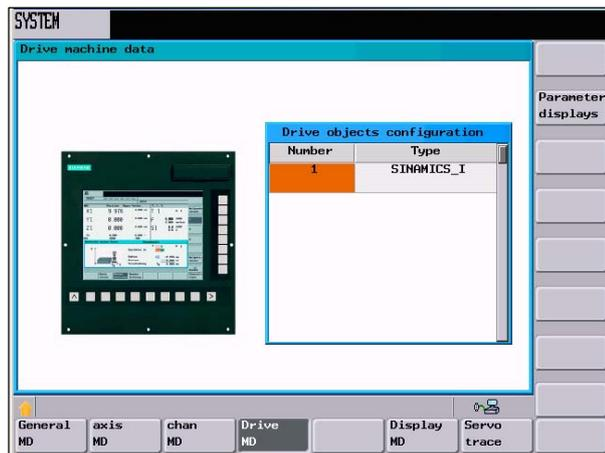

Fig. 9-7 SINAMICS in 802D
- Tramite i softkey **System > Dati macchina > Drive MD > Visualizza parametri** selezionare la CU integrata *come SINAMICS_I* (vedere la fig. 9-7) e controllare se P0009=1, eventualmente modificarlo.
Per la generazione automatica e la preassegnazione dei dati macchina azionamento sono disponibili macro che possono essere attivate impostando il parametro azionamento p15 (p sta per parametro) della CU. Per questo tramite Sistema, Dati macchina, Dati macchina azionamento selezionare SINAMICS_I CU tramite il softkey Visualizza parametro (vedere la fig. 9-7) e procedere nel seguente modo: